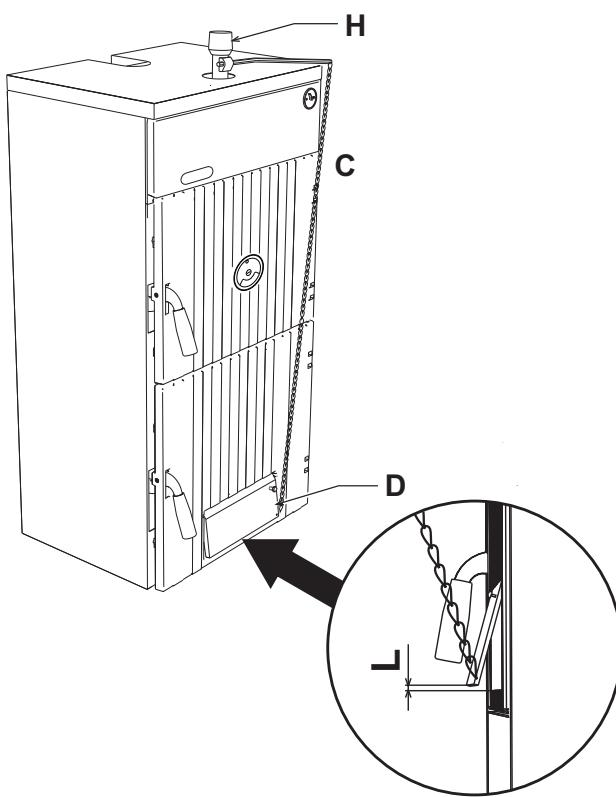

рис. 2 - Установка
2. Установите терmostатический регулятор "H" рис. 2.
4. С помощью предусмотренного для этой цели винта регулируйте дверцу воздухозаборника так, чтобы при опущенной дверце величина зазора для прохода воздуха составляла 1 - 2 мм, но не более. При холодном кotle поставьте термостат на 60°. Прикрепите цепочку "C" к проушине "D" дверцы воздухозаборника и регулируйте ее длину так, чтобы зазор для прохода воздуха "L" (рис. 2) составлял около 15 мм при использовании каменного угля "coke III" и 2 мм при использовании древесного топлива.
С помощью предусмотренного для этой цели винта регулируйте дверцу воздухозаборника так, чтобы при опущенной дверце величина зазора для прохода воздуха составляла 1 - 2 мм, но не более. При холодном котле поставьте терmostат на 60°. Прикрепите цепочку к проушине дверцы воздухозаборника и регулируйте ее длину так, чтобы зазор для прохода воздуха "L" (рис. 2) составлял около 15 мм при использовании каменного угля "coke III" и 2 мм при использовании древесного топлива.